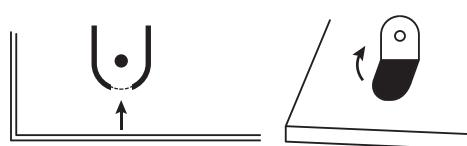

Рис. 4
6.1. Для подвесного монтажа следует использовать отгибающиеся установочные ушки на задней поверхности панели (Рис. 4). Присоединение питания аналогично предыдущим пунктам.